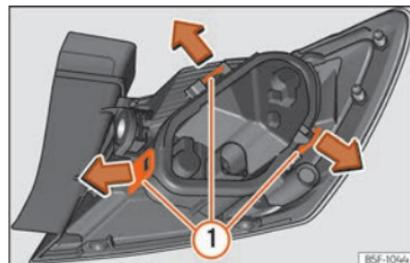

Abb. 116 Befestigungslaschen Rückseite Heckleuchte.
- Bauen Sie den Lampenträger » **Abb. 116** aus, indem Sie die Befestigungslaschen ① entriegeln.